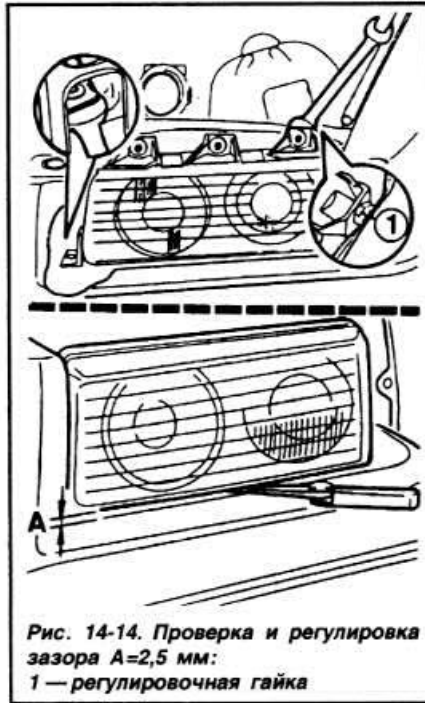

Рис. 14-14. Проверка и регулировка зазора А=2,5 мм: 1 — регулировочная гайка
- Установить фару на место и завернуть нижние винты крепления, соблюдая зазор А около 2,5 мм (рис. 14-14).